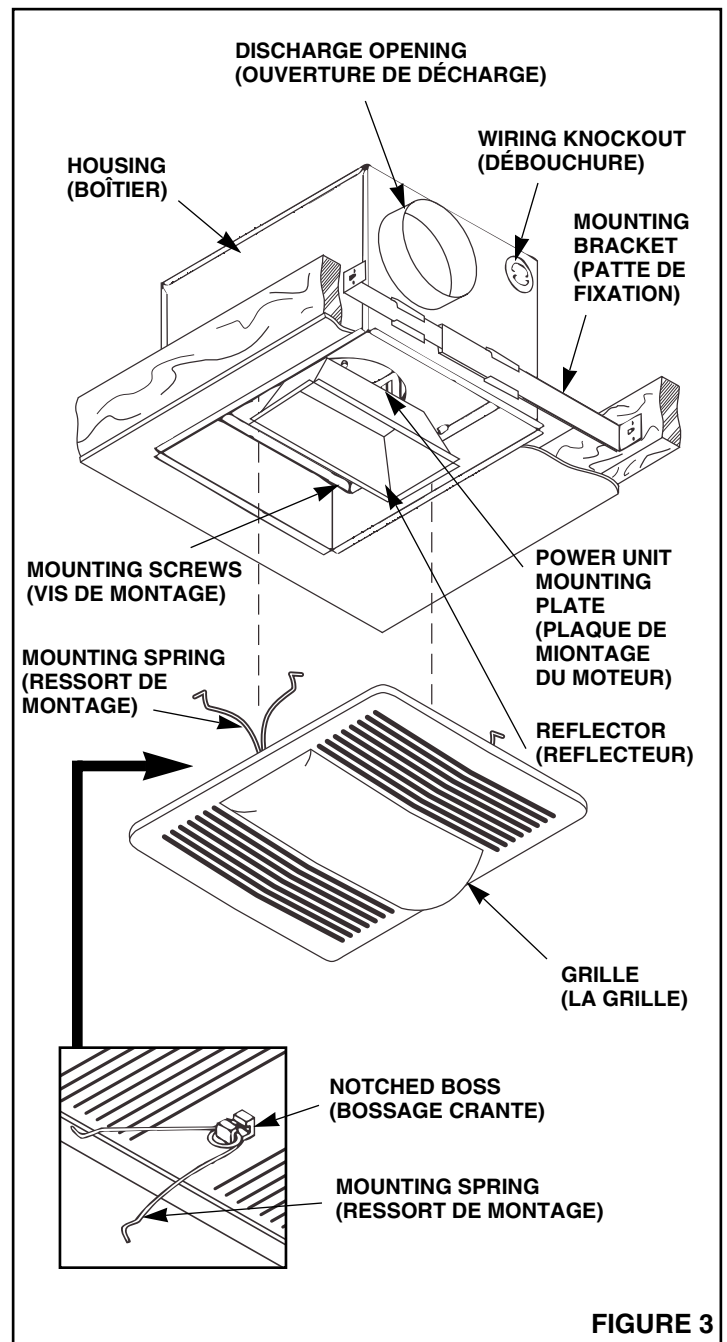

FIGURE 3
1. Refer to Figure 3. Insert mounting brackets at each end of housing.
4. Refer to Figure 3. Securely tighten screws.
1. Refer to Figure 3. Snap grille mounting springs' center loop into notched bosses on the back of grille.
1. **Voir la Figure 3.** Insérer les pattes de montage à chaque extrémité du boîtier.
4. **Voir Figure 3.** Bien serrer les vis.
1. **Voir Figure 3.** Insérer la boucle centrale des ressorts de montage de la grille dans les bossages à rainures au dos de la grille.